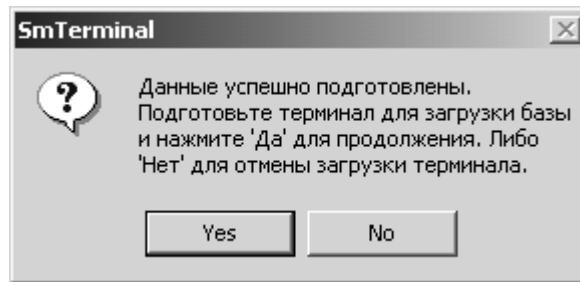

Рисунок 79 – Подтверждение загрузки терминала
4. Будет выведено сообщение (Рисунок 79):